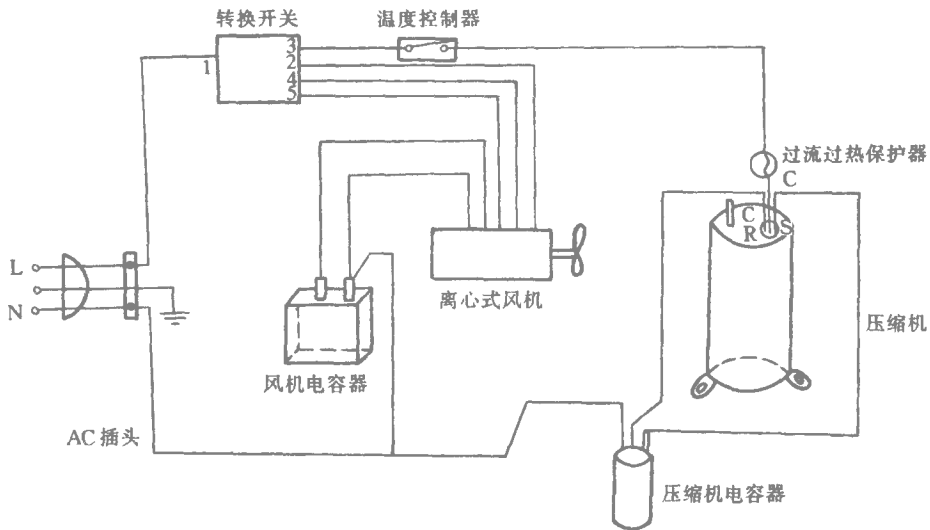

图 1-6 单冷型空调器电器部件的接线图
(2) 电路元器件的接线方法见图 1-6 所示。
空调器的电路元器件接线方法，参见图 1-6。初学维修的同志对照电路原理图要能够找到元器件在空调器中的位置，这是一个基本功，须要经过多次的锻炼。